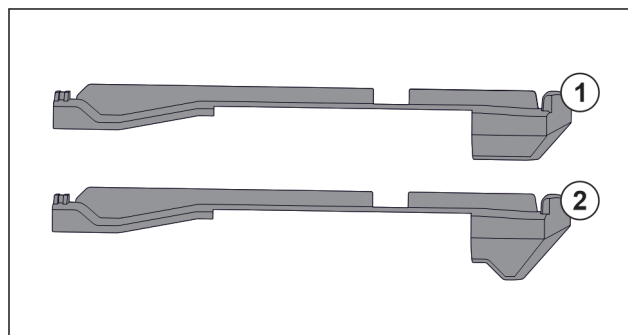

Fig. 83 Confronto degli elementi inseribili
Nell'apparecchiatura si trovano due diversi elementi inseribili. L'elemento inseribile sopra il cassetto più in basso Fig. 83 (2) presenta un bordo triangolare. Tutti gli altri elementi inseribili Fig. 83 (1) dispongono di un bordo diritto.
- Applicare l'elemento inseribile Fig. 83 (2) con il bordo triangolare sopra il cassetto più in basso.
- Applicare l'elemento inseribile Fig. 83 (1) con il bordo diritto su tutti gli altri punti.